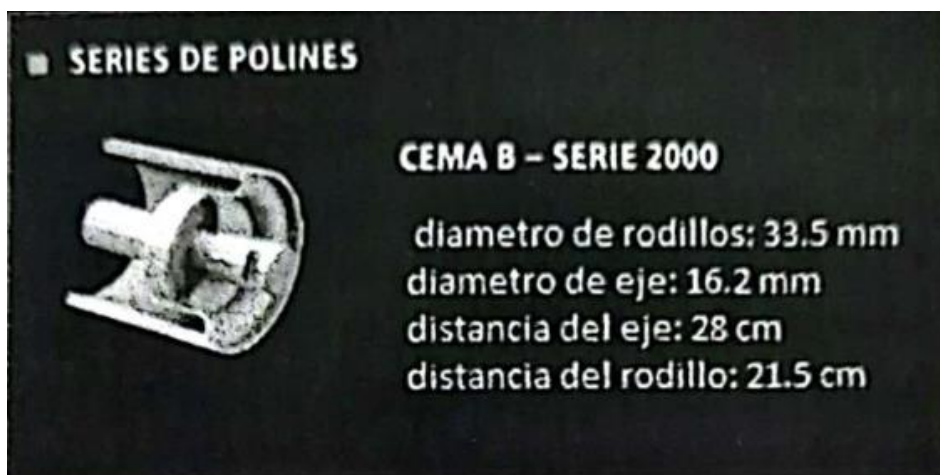
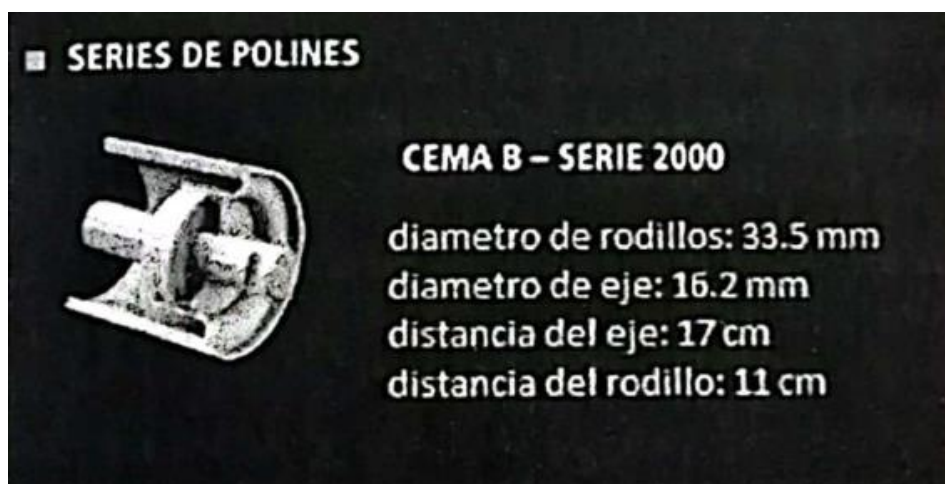

Figura 4.2 Polín de retroceso
Figura 4.3 Polín de avance
- Polines de retroceso (Figura 4.2)
- Polines de avance (Figura 4.3)
- PASO 2:** Medir las dimensiones del polín y comparar con las dimensiones del polín sin desgaste. Dimensiones especificadas en la Figura 4.2 y la Figura 4.3.